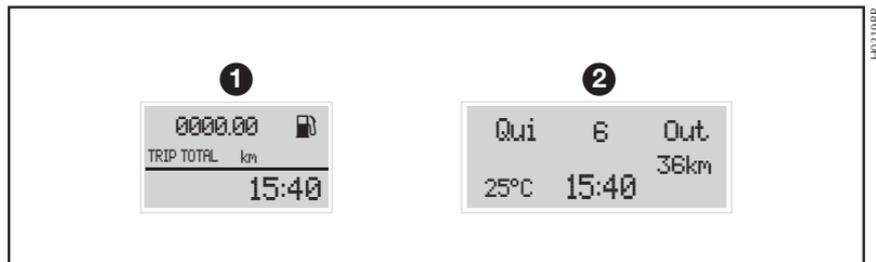

fig. 43
**Display 1-fig. 43** - Ideogramas, informações numéricas e mensagens de texto curtas.
**Display 2-fig. 43** Ideogramas, informações numéricas e mensagens de texto.